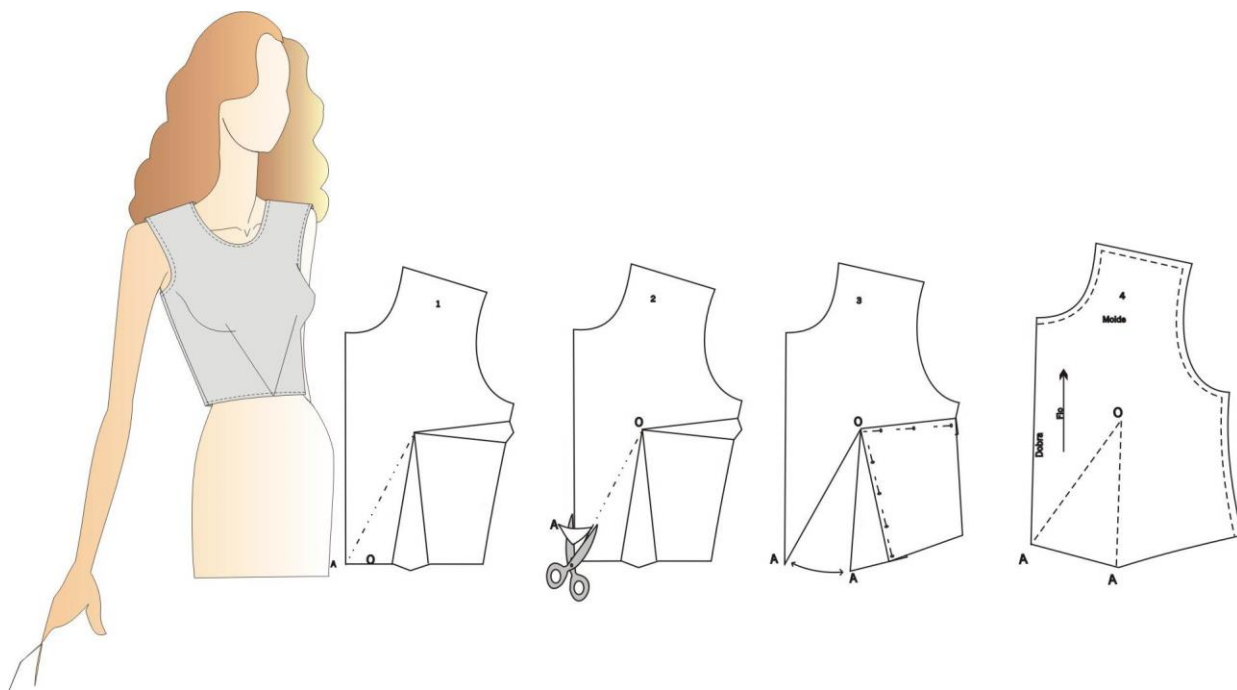

Figura 14 - Pence Central e “V”.
2. Traçar na frente da blusa a direção da nova pence em V (FIGURA 14). A sua direção da nova pence indicada pela reta **AO**, parte do meio da cintura até o ponto **O**, como mostra no desenho 1;